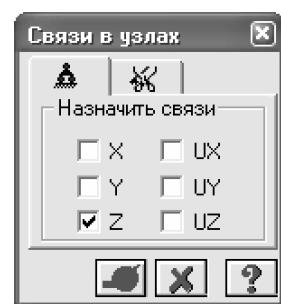

Рис.2.6. Диалоговое окно Связи в узлах
- С помощью пункта меню **Схема** ⇒ **Связи** (кнопка на панели инструментов) вызовите диалоговое окно **Связи в узлах** (рис.2.6).